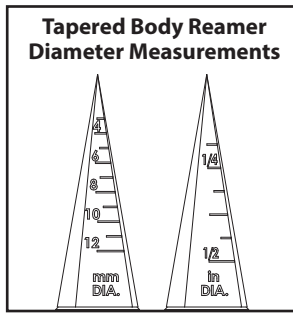

Abb. 12
1. Installieren Sie die mitgelieferten Schablonen an der Karosserie Ihres Modells. Richten Sie die Pfeile mit den Karosserielinien am Frontgrill und an der Heckklappenblende, wie in Abb. 12 and 13 gezeigt, aus.